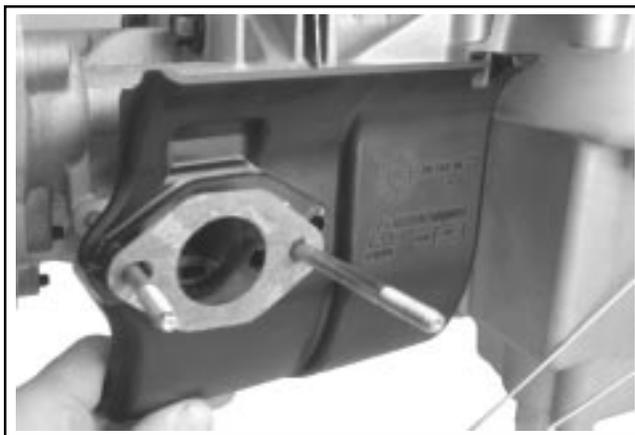

Figure 8-19. Dépose du déflecteur thermique.
7. Retirer le joint du carburateur avant de retirer prudemment le déflecteur thermique et le joint du goujon d'admission. Le plastique du déflecteur thermique est fragile. Ne pas plier les coins sous peine de fissurer/casser le déflecteur. S'il est nécessaire de le plier pour le retirer, plier légèrement uniquement près du goujon d'admission. Voir la Figure 8-19. Ne retirer la butée de montage du cylindre que si nécessaire.